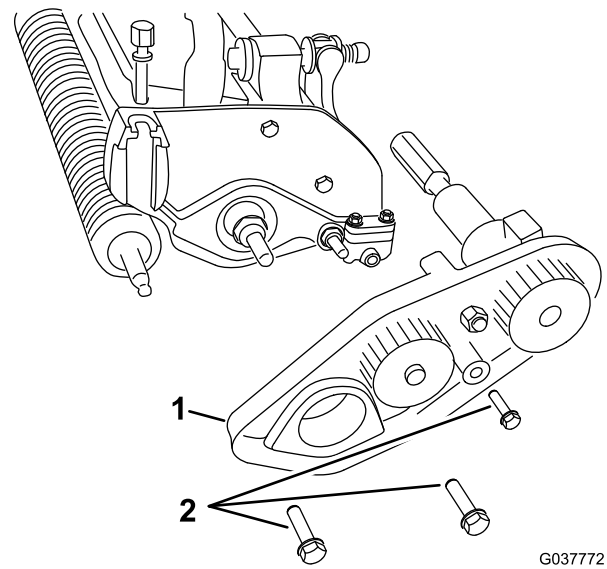

Figura 8
4. Retire los 3 pernos que sujetan el conjunto de correa de transmisión a la unidad de corte, si está instalado, y retire el conjunto entero (Figura 8).